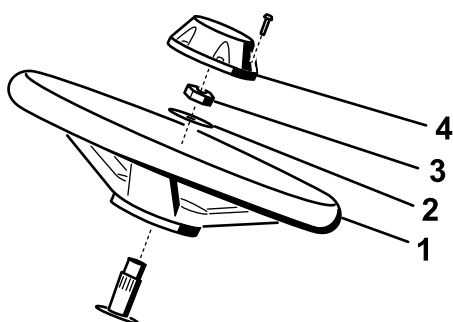

Figure 5
1. Glissez le volant sur l'arbre de direction (Figure 5).
2. Glissez la rondelle sur l'arbre de direction (Figure 5).
3. Fixez le volant sur l'arbre avec un écrou de blocage serré à un couple de 27 à 35 Nm (Figure 5).
4. Fixez le couvre-moyeu au volant avec une vis (Figure 5).